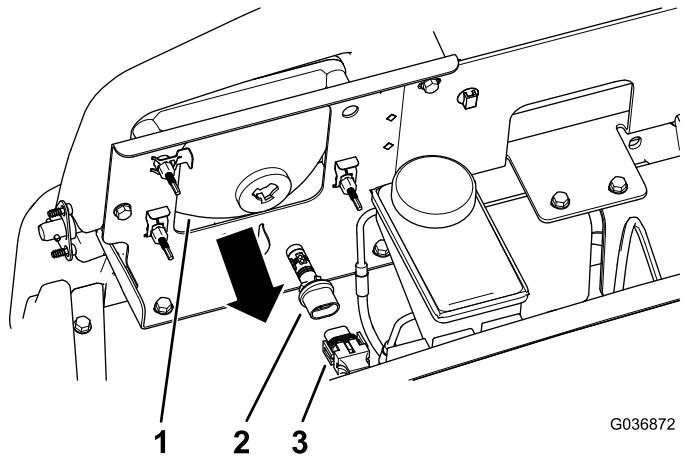

Figure 54
4. Tournez l'ampoule d'un quart de tour dans le sens antihoraire et tirez-la en arrière hors du boîtier (Figure 54).
5. Insérez l'ampoule neuve dans le boîtier du phare et alignez les languettes sur les fentes du boîtier (Figure 54).
6. Fixez l'ampoule en place en la tournant d'un quart de tour dans le sens horaire (Figure 54).
7. Branchez le connecteur électrique de faisceau sur le connecteur de l'ampoule neuve (Figure 54).
3. Débranchez le connecteur électrique de faisceau du connecteur de l'ampoule au dos du boîtier du phare (Figure 54).